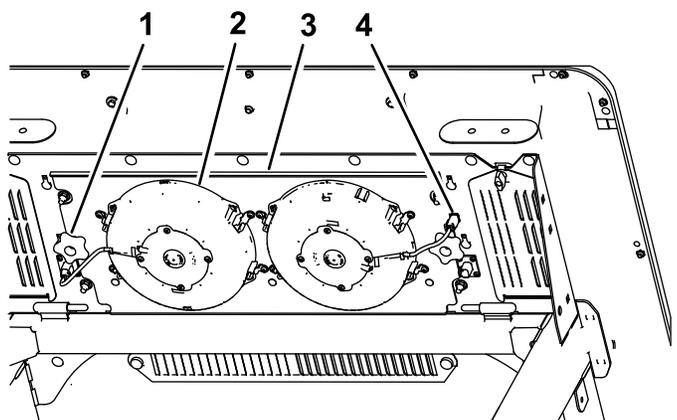

Рисунок 56
- Отсоедините вилки кабелей питания вентиляторов от гнезда (Рисунок 56).
низу верхней части кабины (Рисунок 56), и снимите панель в сборе.